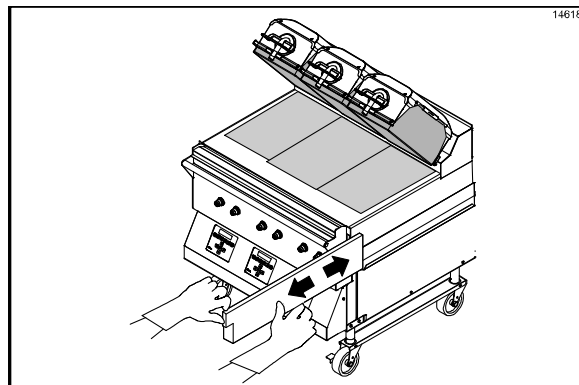

Figura 40
7. Remova, esvazie e reinstale os coletores de gordura. (Veja a Figura 40.)